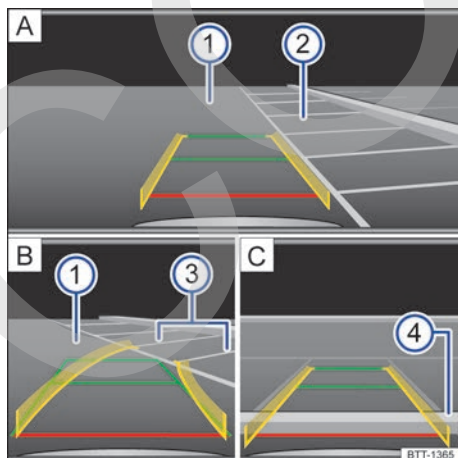

Fig. 195 Visualización en la pantalla: aparcamiento con el asistente de marcha atrás, modo 1.
Leyenda de la **fig. 195**:
Leyenda de la **fig. 195**
- Sitúe el vehículo delante del hueco de aparcamiento ② → fig. 195 A.
- Retroceda lentamente a la vez que gira el volante de manera que las líneas amarillas se introduzcan en el hueco de aparcamiento seleccionado a lo largo de las líneas de delimitación laterales ③ B.
- Oriente el vehículo en el hueco de aparcamiento seleccionado de manera que las líneas verdes y amarillas coincidan con las líneas de delimitación laterales ③ del hueco seleccionado.
- Detenga el vehículo, como muy tarde, cuando la línea roja haya alcanzado la delimitación trasera, p. ej., el bordillo de la acera ④ C.